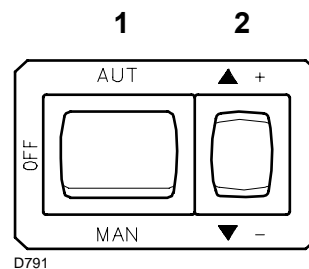
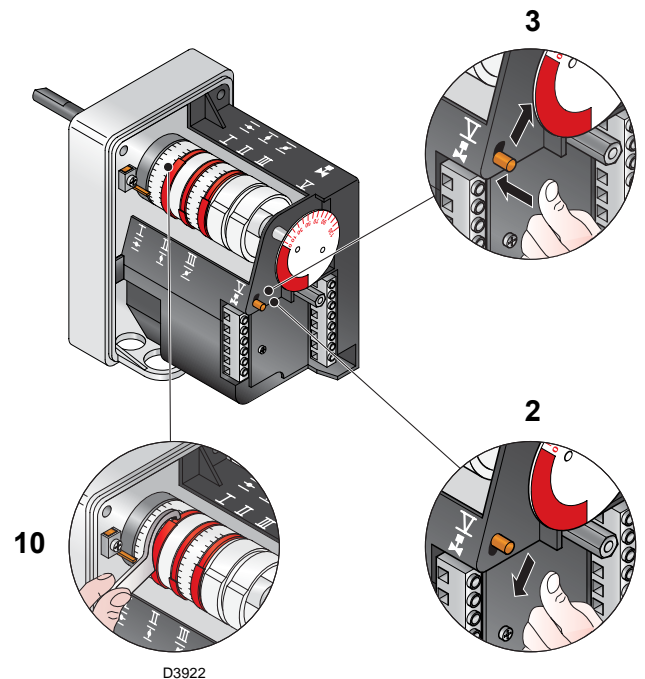

图 27
图 29
闭合温控 / 压力开关，将图 27 中所示开关置于“MAN”位置。
现按按钮 2)(图 27)，增大出力直至伺服马达开启风门阀，同时开启燃气蝶阀。
将按钮 2)(A)(图 27)，降低出力直至伺服马达关闭风门阀及燃气蝶阀至 65° 角（工厂预设位置）。
- 如需减小供气量，可依次逐步减小小凸轮 III(图 29) 的角度 65° 至 63° 至 61°.....。
- 如需增加供气量，按按钮 2)(A)(图 27)，增大出力（如将燃气蝶阀角度增大 10-15°），逐步增大凸轮 III(图 29) 的角度至如 65° -67° - 69°....。
按下按钮 2)(图 27) 增大出力直至伺服马达旋转 15°。调节螺丝至最优燃烧状态。接着以同样的方式调节其它螺丝。注意要逐渐改变凸轮廓线。
用开关 1)(图 27) 置于“OFF”位置，将燃烧器停机，按下按钮 3) 并将其向右移动，使伺服马达和凸轮 4 脱开，同时手动前后旋转凸轮 4，检查确认整个滑动过程平稳无阻滞。